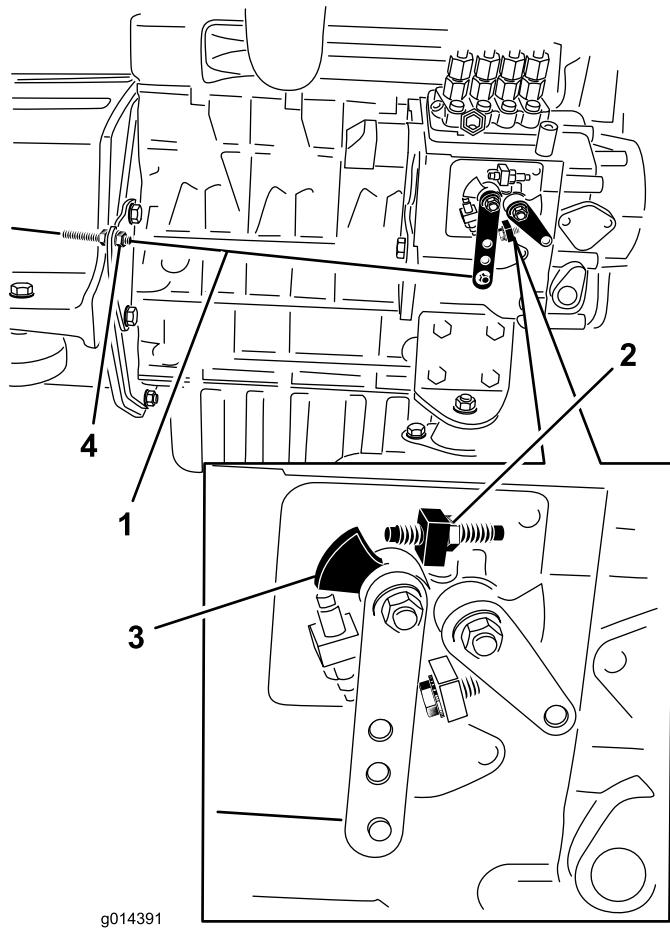

図46
2. エンジンの燃料噴射ポンプについている速度コントロールレバーの位置を確認する。スロットルコントロール・レバーをFAST位置(ディテント位置)にセットした状態で、速度コントロール・レバーが高速ねじに接触していれば適正(図46)。
3. 必要であれば、スロットル・コントロール・ケーブルのジャム・ナットの位置を調整して、スロットル・コントロール・レバーをFAST位置(ディテント位置)にセットした時に速度コントロール・レバーが高速ねじに接触するようにする(図46)。